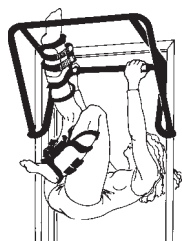

Abbildung 8
#### Einhängen (Siehe Abbildung 8):
- Einen Stiefel aushängen und den Fuß unter die obere Stange stützen. Siehe Abbildung 8. Das Gewicht auf den ausgehakten Fuß verlagern und den anderen Stiefel aushängen.